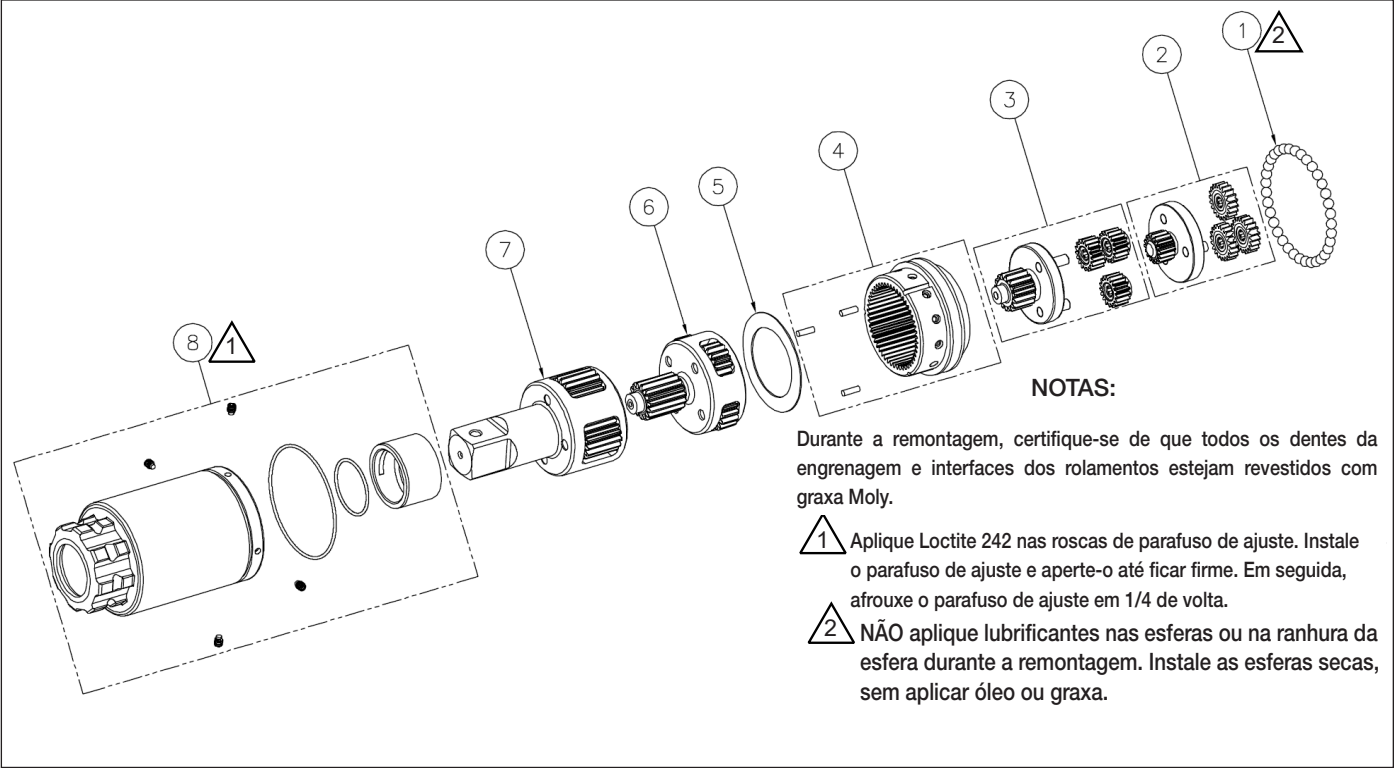

Figura 10: Conjunto da Caixa de Engrenagens da TW1000SR
9.5.1 Tabela de Peças (Figura 10)